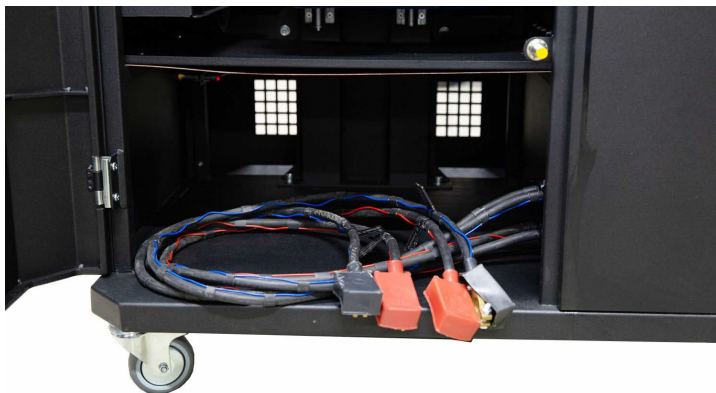

Рисунок 13. Место для размещения аккумуляторов в стенде
1. Подключить аккумуляторные батареи (АКБ) 12В, которые необходимо расположить в аккумуляторном отсеке стенда (рис. 13). Для открытия левой двери используйте ключи (поставляются в комплекте). При подключении АКБ следует соблюдать маркировку на силовых кабелях. Если подключить только одну АКБ (АКБ1 или АКБ2), то доступен будет только 12 В в режим диагностики, режим 24 В и 48 В будет недоступен.